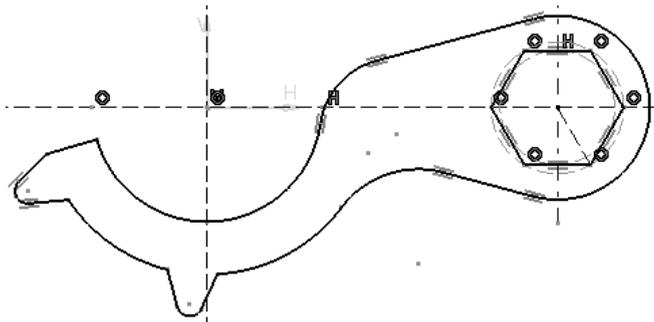

图 5-145
- 双击“快速修剪”按钮, 修剪多余的线段, 完成整个草图图形的绘制, 结果如图 5-145 所示。